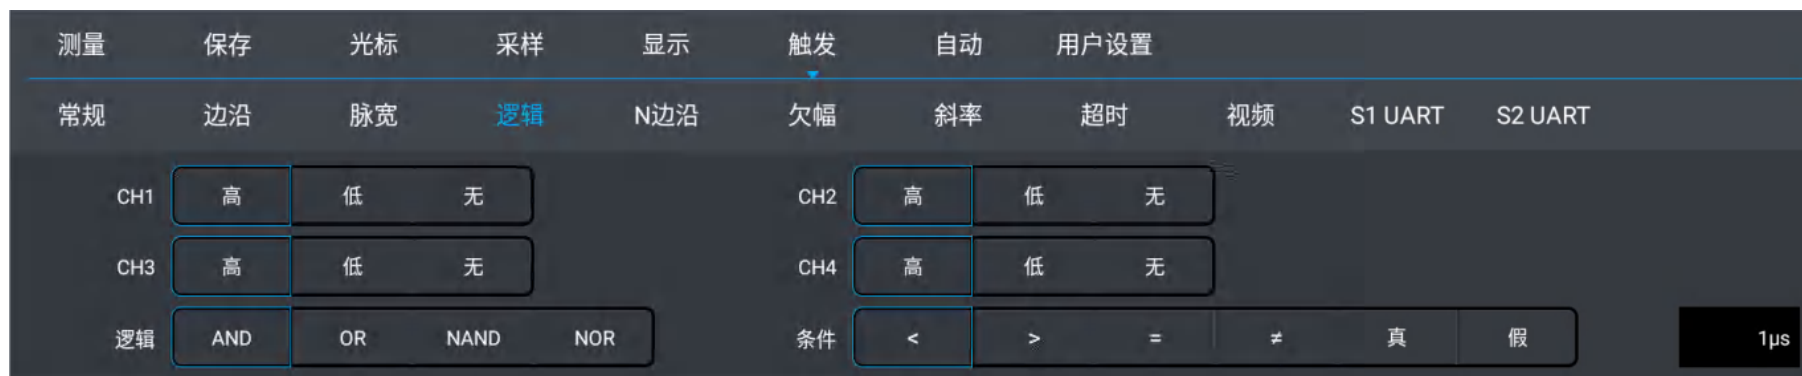

图 6-21 逻辑触发设置菜单
1) 打开触发菜单，轻点“触发”打开触发菜单，在触发类型中选择逻辑触发，对逻辑触发进行如下设置，见图6-21：